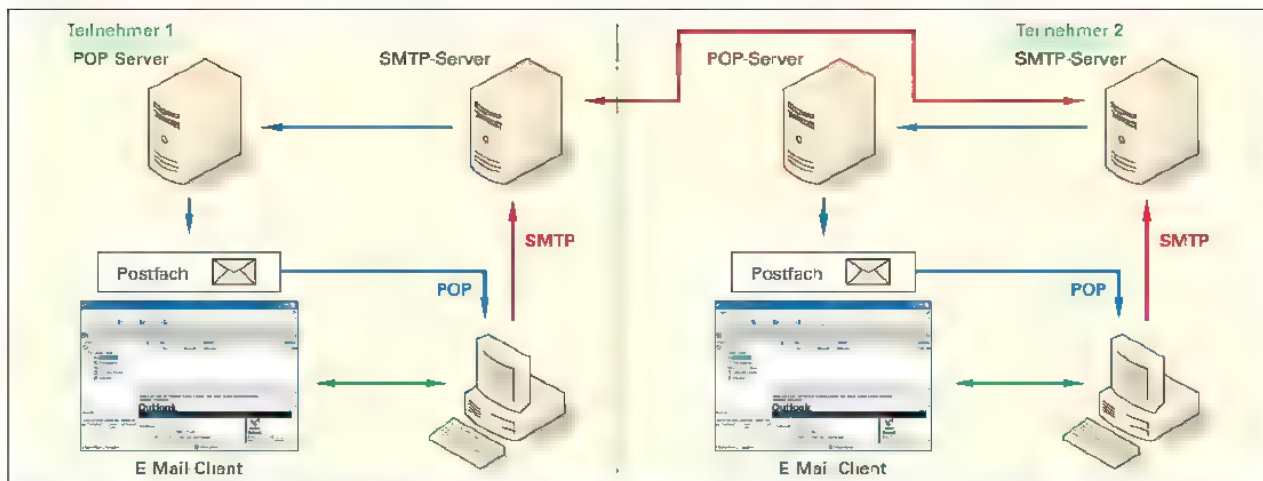

Bild 3: Prinzipieller Weg einer E-Mail im Internet
3. Für das Versenden von E-Mails wird ein E-Mail-Client-Programm benötigt, mit denen E-Mails an einen E-Mail-Server (**Bild 3**) versandt oder davon abgeholt werden können. Der E-Mail-Client muss dazu konfiguriert werden.
5. Nennen Sie die grundlegenden Einstellungen bzw. Eingaben die notwendig sind, um ein E-Mail-Client-Programm zum Versenden und Abholen von E Mails über die notwendigen Server (**Bild 3**) einzurichten.